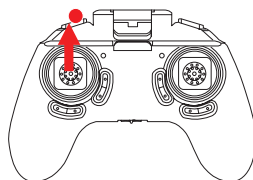

Figure 3: Décollage
5. **Décollage:** Pour faire décoller le drone manuellement, orientez doucement le joystick de gauche vers le haut (Figure 3).